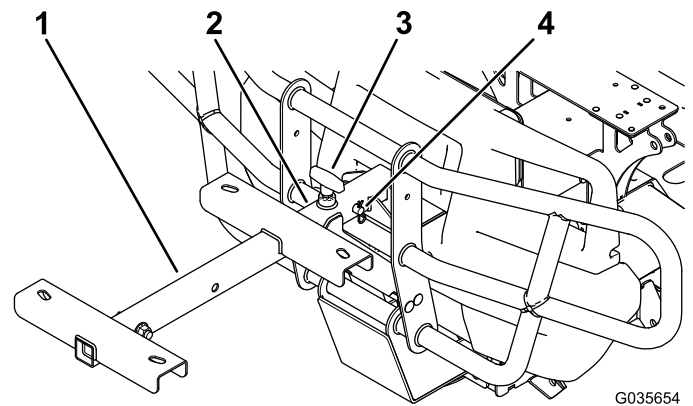

Figure 2
3. Desserrez la poignée en "T" sur la fixation de l'attelage avant (Figure 2).
4. Insérez le support en tube dans la fixation d'attelage avant et fixez-le en position à l'aide de l'axe de chape (1/2 x 2 po) et de la goupille fendue (Figure 2).
5. Resserrez la poignée en "T" sur la fixation de l'attelage avant (Figure 2).